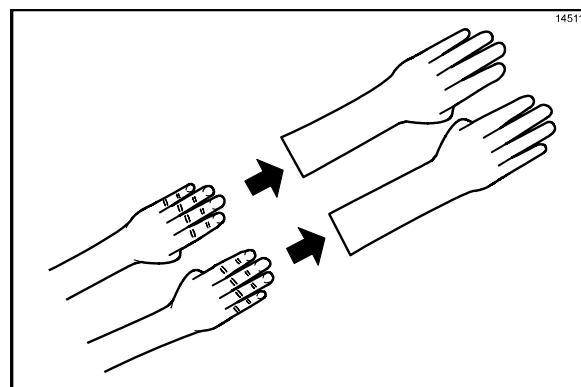

Figura 80
6. Coloque luvas resistentes ao calor. (Veja a Figura 80.)